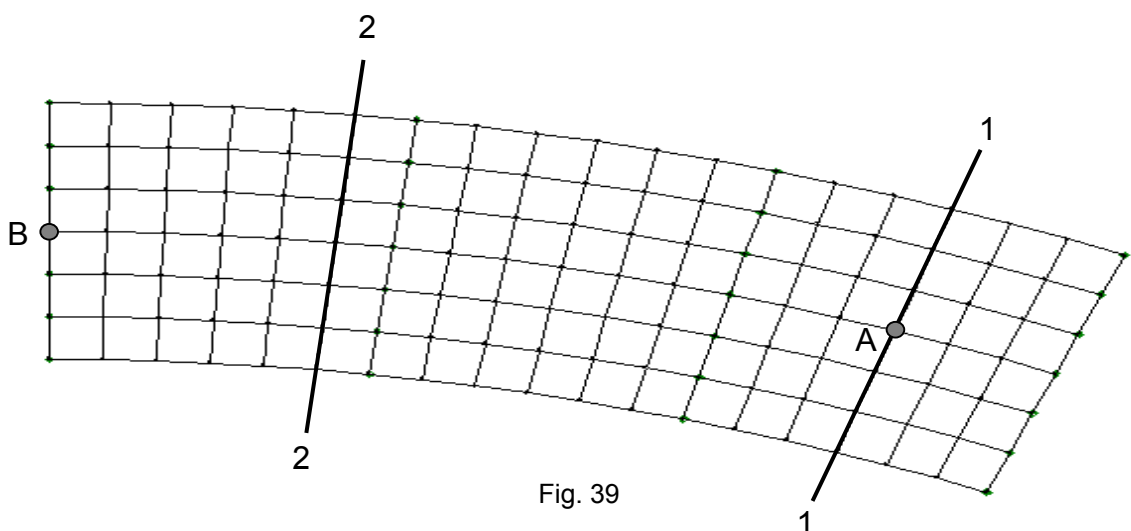

Fig. 39
- ☞ trasați suprafața de influență a momentului încovoietor la mijlocul deschiderii marginale în punctul A (fig. 39)